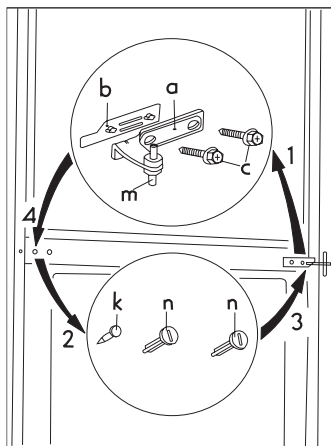

Рис. 3
- Поэтапно снять с корпуса двойной держатель двери (a, b, c). Также не забудьте снять пластиковую распорку (b) под держателем двери (рис. 3).
- Выкрутить левые болты крышки двойного держателя двери (3 штуки, n, k) и переставить их на другую сторону (рис. 3).
- Демонтировать элементы запираения двери (u, v) путем выкручивания винта (s) (рис. 3).
- Вставить болт двойного держателя двери (m) в левое отверстие морозильной камеры (рис. 3).